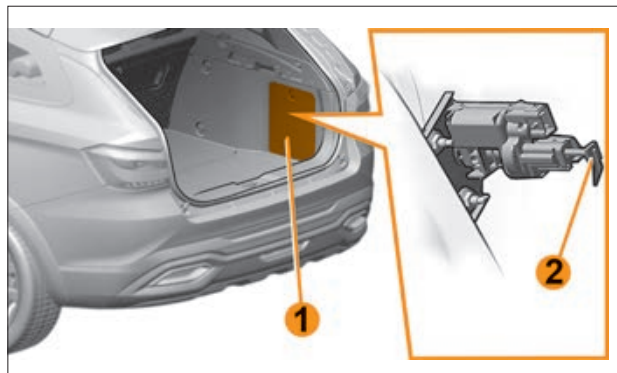

Рис. 5.19.3. Аварийный рычажок крышки лючка (в варианном исполнении)
**Для автомобилей Vesta SW/Vesta SW Cross:** доступ к аварийному рычажку можно получить через крышку **1** (рис. 5.19.3) обивки с правой стороны багажного отделения. В нише за обивкой будет доступен аварийный рычажок **2**, который нужно потянуть для разблокировки лючка наливной горловины топливного бака.